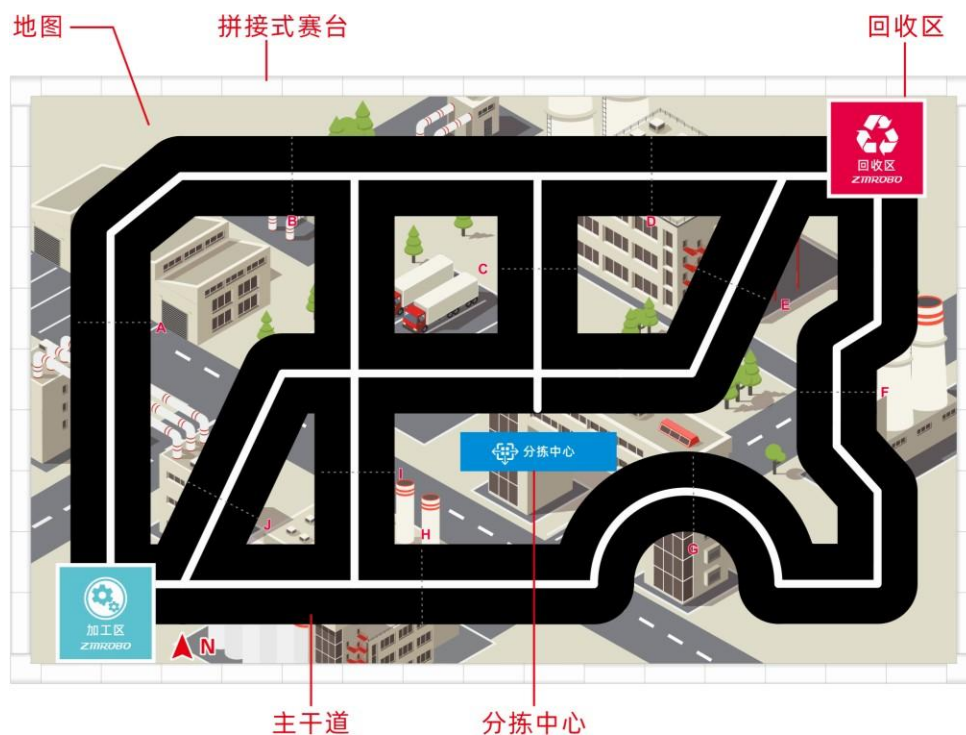

图 1比赛场地
比赛场地由拼接式赛台、地图和任务模型组成，图 1是一个D比赛场地的实例，实际场地以现场公布为准。
彩色喷绘的地图铺设在赛台的底板上。地图上有两个启动区（加工区及回收区），不规则分布着有白色引导线的主干道和几个功能区，图 1 中的地图仅为示例，比赛用的地图在赛前公布。
4.2.2.1 图 1中，沿着主干道有 10 条与引导线正交的标记线。在标记线旁分别以“A、B、C、……J”英文字母标注。